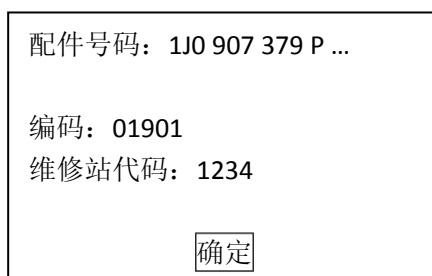

图 3-7
- 5) 选择【01 电脑版本信息】，在【编码】栏里获取编码号，并记录下来。如图 3-7；